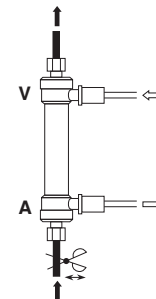

Fig.6 / Abb. 6 / Εικ. 6
- Laad de dialysator en bloedlijnen met meer dan 500 ml gehepariniseerde fysiologische zoutoplossing en controleer dat er geen luchtballen in de dialysator achterblijven door herhaaldelijk te spoelen. Vervang de dialysator als er massieve luchtballen uit de vezels komen. (Fig. 6)